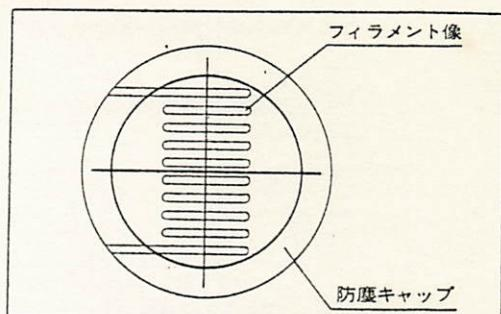

図 13
- 6) ランプ心出しぜじを操作して、防塵キャップ上の十字線に図13のように中央に心出します。